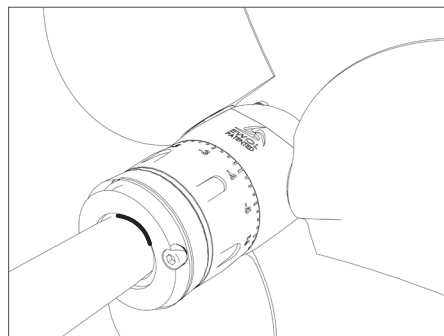

FIG. 15 Inserire l'elica fino al segno del pennarello
- L'elica si deve calzare sul cono dell'asse porta-elica fino ad arrivare al segno che avevate tracciato senza la chiavetta (**Fig. 15**), se così non fosse vuol dire che la chiavetta è troppo alta ed impedisce all'elica di calzarsi completamente. In questo caso dovrete ridurre lo spessore della chiavetta e poi reinstallare l'elica.